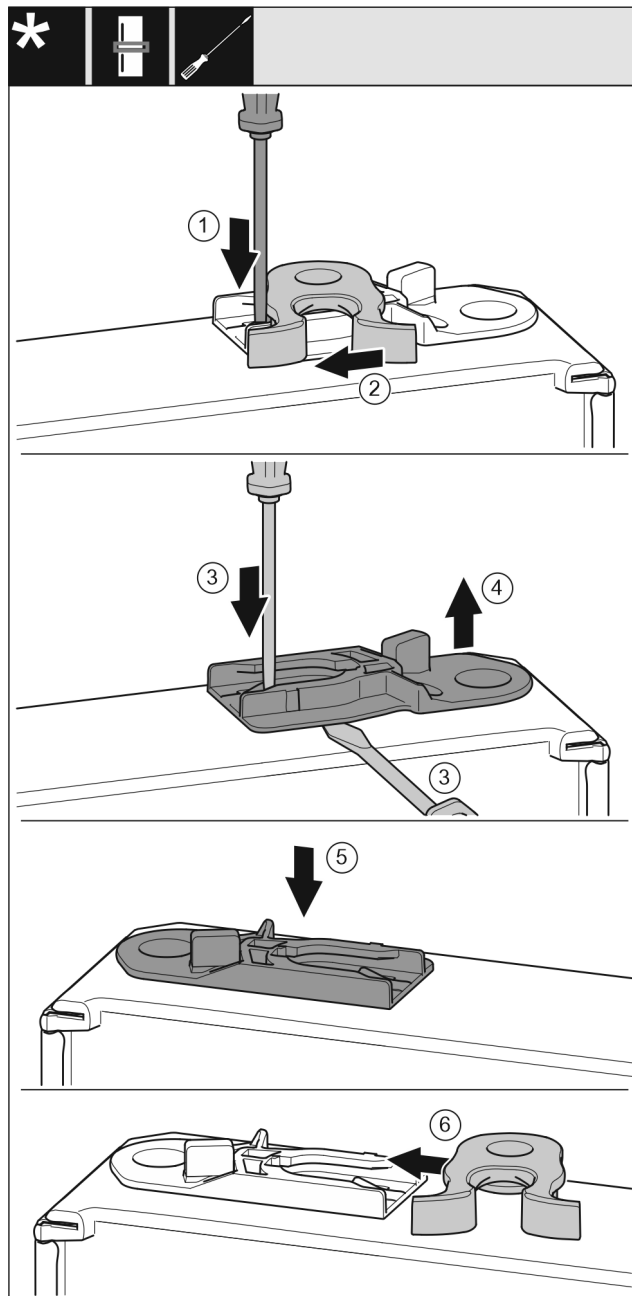

Fig. 17
- ▶ Lip met sleufschroevendraaier naar onder drukken. Fig. 17 (1)
- ▶ Sluithaak uit de geleiding trekken. Fig. 17 (2)
- ▶ Geleidingsbus eruit trekken: Lip met de sleufschroevendraaier indrukken en gelijktijdig de sleufschroevendraaier onder de geleidingsbus plaatsen. Fig. 17 (3, 4)
- ▶ De bij de levering geleverde geleidingsbus op de andere zijde van de behuizing aanbrengen. Fig. 17 (5)
- ▶ Sluithaak in de geleiding schuiven. Fig. 17 (6)